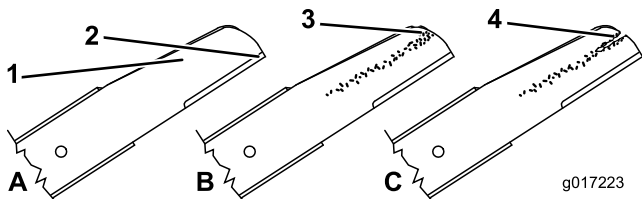

Bild 38
1. Untersuchen Sie die Schnittkanten (Bild 38). Bauen Sie die Schnittmesser aus und schärfen oder tauschen sie aus, wenn die Kanten nicht scharf sind oder Kerben aufweisen.
2. Prüfen Sie die Schnittmesser, insbesondere den gebogenen Bereich (Bild 38). Wenn Sie Schäden, Verschleiß oder Rillenbildung in diesem Bereich feststellen, sollten Sie sofort ein neues Schnittmesser einbauen.